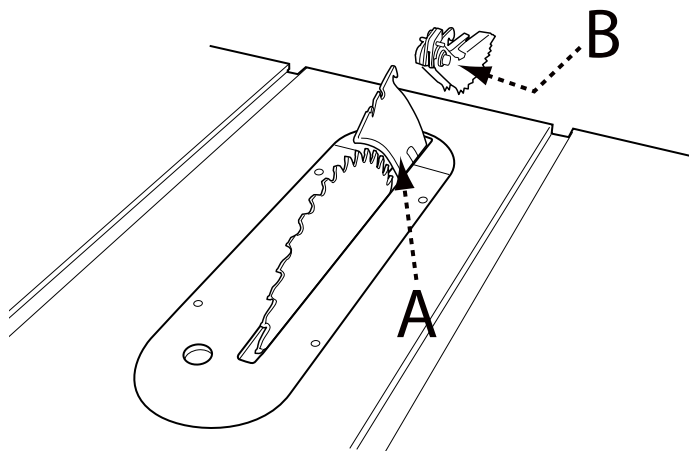

FIGURA 16
1. Consulte la Figura 16 y ubique la ranura de montaje de los trinquetes anti contragolpe (A) en medio del borde superior del separador.
2. Deslice la ranura situada en medio del ensamble de los trinquetes anti contragolpe por la parte superior del separador hasta que el vástago (B) encuentre la ranura central en el separador.
3. Empuje el vástago en el ensamble de trinquetes anti contragolpe (B) para dejar que el ensamble caiga dentro de la ranura. Empuje el ensamble de trinquetes anti contragolpe hacia abajo hasta escuchar un chasquido y que quede firme. Suelte el vástago. **NOTA:** Jale los trinquetes anti contragolpe hacia arriba para comprobar que estén correctamente sujetos.